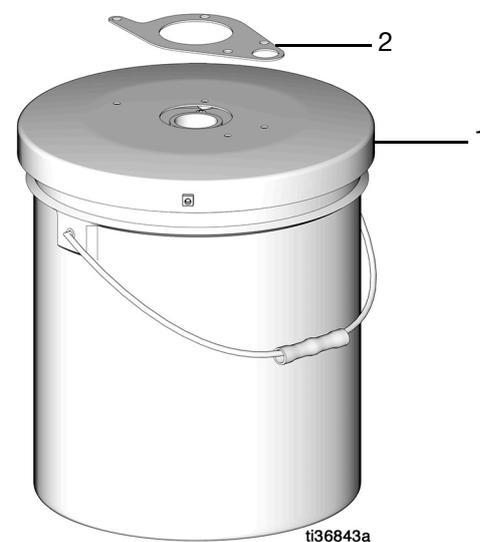

FIG. 7
7. Placez le joint d'étanchéité (2) par-dessus le centre du couvercle de fût (1) et alignez les orifices (FIG. 7).